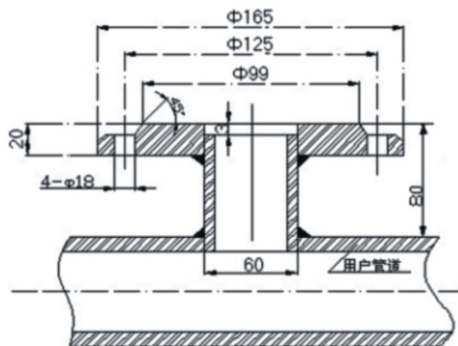

图3安装底座的焊接
安装前应在被测管道上开一个直径60mm的小孔，尺寸与安装底座的连接管外径一致。安装底座与被测管道的焊接如图3所示。
6.2.3确定好插入式电磁的插入深度（插入式电磁流量传感器上两个电极所在管道中的位置）。15.4.4按图3所将DN50球阀安装到安装底座上。注意球阀的长空腔向上。检查球阀是否能全开全